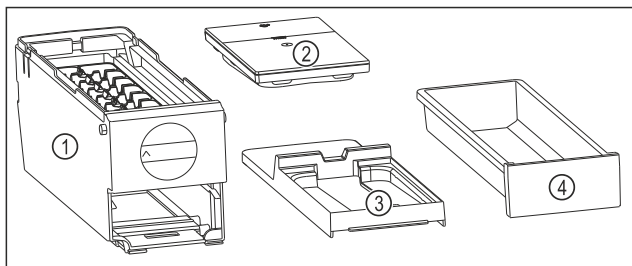

Fig. 133 Części dla EasyTwist-Ice
- ▷ EasyTwist-Ice jest rozłożony na cztery części. (patrz Fig. 133)
- ▶ Należy demontować EasyTwist-Ice wyłącznie na przedstawione części. (patrz Fig. 133)
- ▶ Czyścić korpus EasyTwist-Ice Fig. 133 (1) w całości.